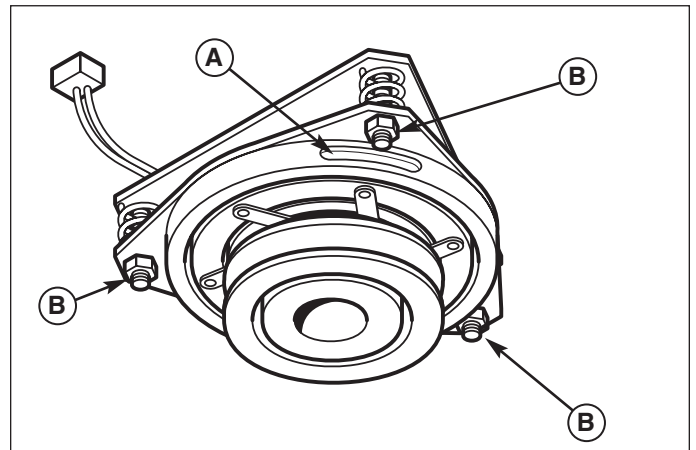

Figure 26. Réglage de l'embrayage de la PDF
2. Voir la figure 26. Noter la position des 3 orifices de réglage (A) situés sur le côté de la plaque de freins et les écrous de réglage à filetage autofreinant (B).
4. Serrer alternativement les écrous de réglage (B, figure 26) jusqu'à ce que la face du rotor et la face de l'induit entrent juste en contact avec la jauge.